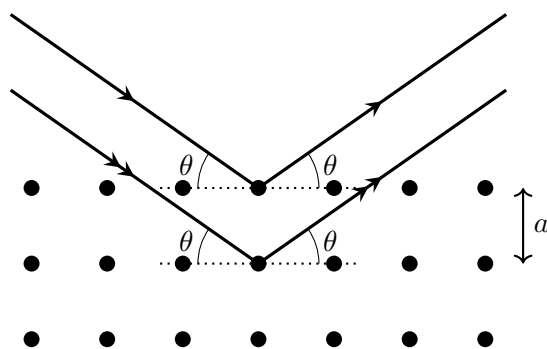

FIGURE 1 – Trajet de deux rayons qui interfèrent à l'infini
**Q.7** Évaluer la différence de marche  $\delta$  entre les deux rayons renvoyés dans la direction symétrique  $\theta$ . Faire clairement apparaître  $\delta$  sur un schéma reproduisant la FIGURE 1. En déduire l'expression de  $\Delta\varphi(M) = \varphi_2(M) - \varphi_1(M)$  en fonction de  $a$ , de  $\theta$  et de la longueur d'onde  $\lambda$  de la source incidente.